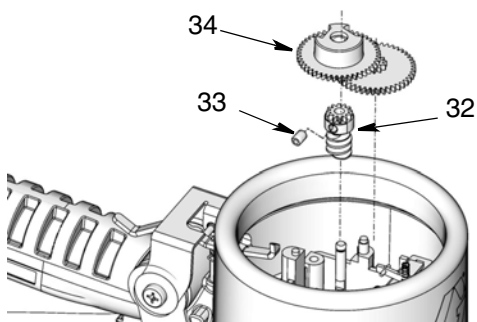

FIG. 32
2. Instale as engrenagens (32, 34). Utilize uma chave sextavada de 2 mm para apertar o parafuso de aperto da engrenagem (33). (FIG. 32).